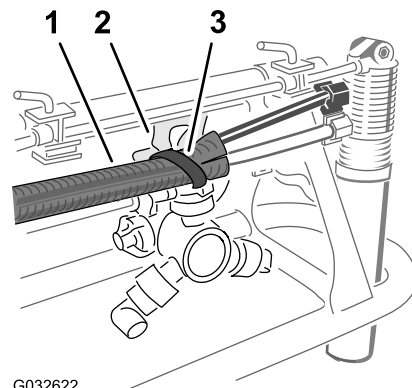

Figura 30
5. Prenda o conjunto dos tubos ao orifício no suporte do bico com uma braçadeira de cabos como se mostra na Figura 30.